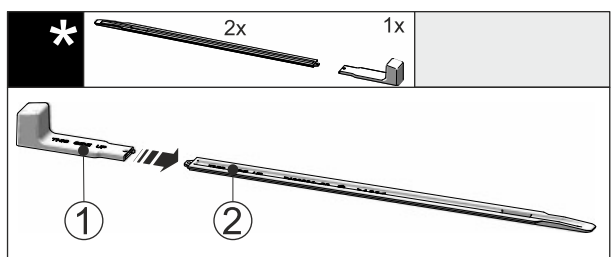

Fig. 54
- ▶ Insertar el tirador de montaje Fig. 54 (1) en el riel de nivelación Fig. 54 (2).